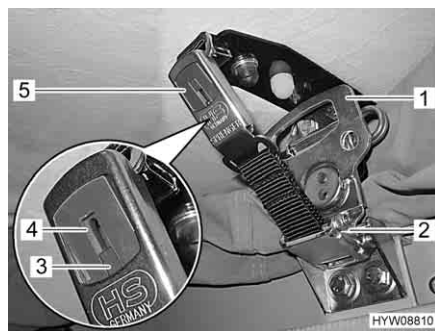

Fig. 19 Bloccaggio del tetto a soffietto
- Spingere il cursore rosso (Fig. 19,3) verso l'alto premendo sui due lati, quindi premere sulla linguetta grigia (Fig. 19,4). La serratura a scatto (Fig. 19,5) si apre.
- Eseguire mezza rotazione in senso antiorario sui due lati della maniglia (Fig. 19,1) della serratura rapida (Fig. 19,2). Il bloccaggio si sblocca. Il tetto a soffietto si sposta di un pezzo in alto e rimane in questa posizione.